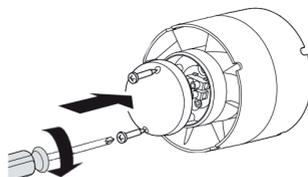

Fig. 5
5. Skru dækslet på ventilatoren igen (fig. 5).